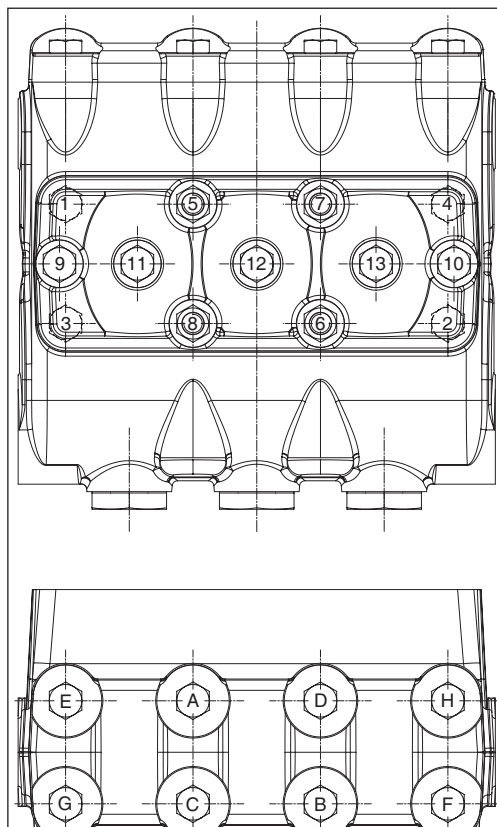

Рис. 141
** Винты и гайки крепления торца и крышек необходимо затягивать динамометрическим ключом в порядке, указанном на схеме на Рис. 141, смазав резьбовую ножку.